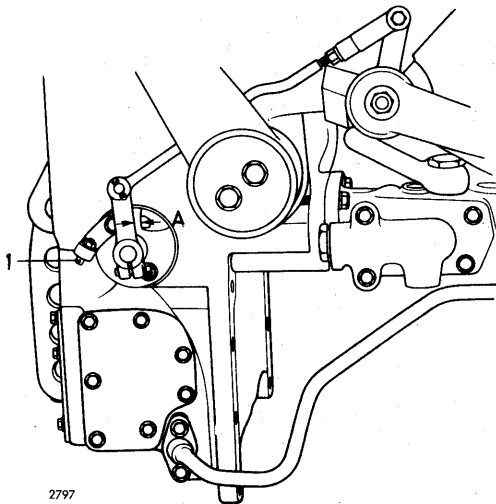

Fig. 42.
3. Når reguleringsgrebet står i nederste stilling, skal der være et spillerum på 1-3 mm mellem arm og stop - se fig. 42. Spillerummet justeres ved drejning af leje-hylsen.
Er spillerummet ikke korrekt, justeres det ved hjælp af justerskruen (1) fig. 42. Efter justering skal denne skrue plomberes.
ADVARSEL: Afprøv aldrig hydraulikken uden monteret dæksel, idet den indre arm har stop mod dækslet, hvis justerskruen (1) fig. 42 ikke er korrekt justeret.